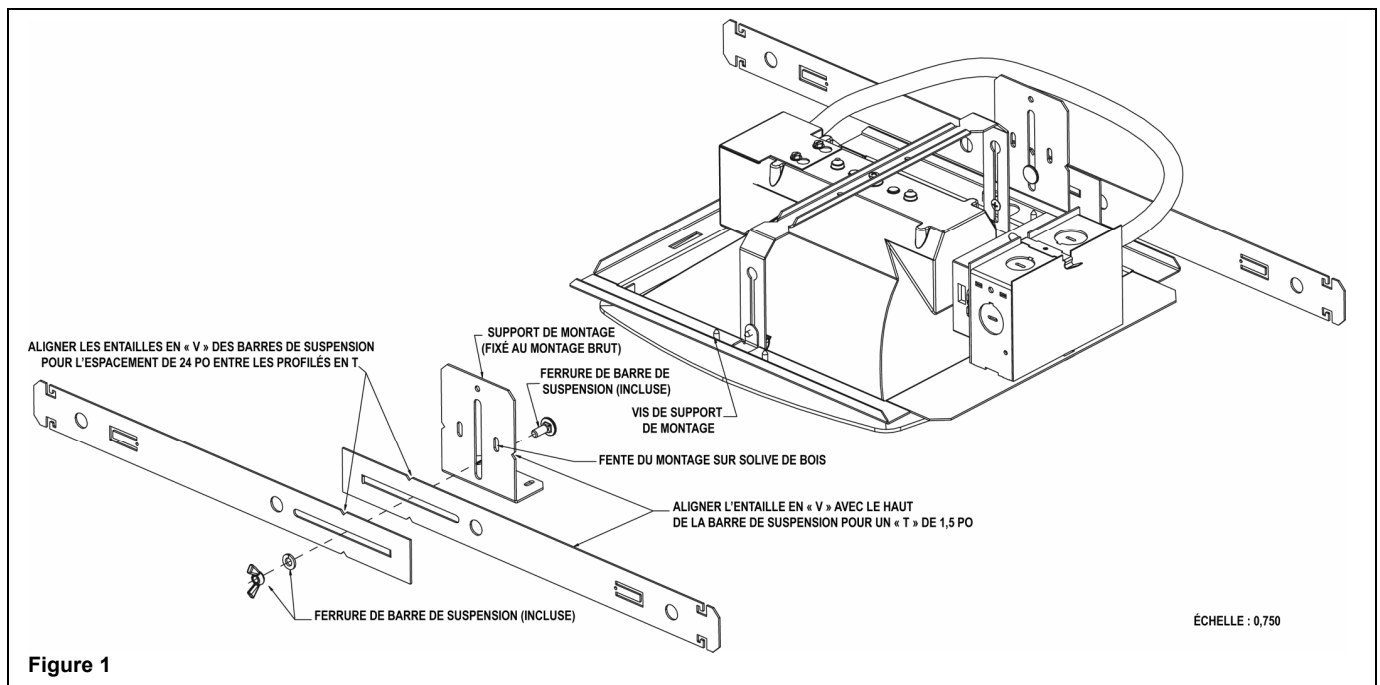

Figure 1
Installation dans les solives en bois: À l'aide d'un tournevis à tête cruciforme, desserrer les (4) vis des supports de montage. Étirer les supports de montage et les ajuster entre les solives. Les fixer solidement aux solives à l'aide de clous ou de vis à bois (non fournis) à travers les fentes de 1/2 po dans les supports de montage. Resserrer les vis des supports (Voir la Figure 1)
1. Placer (2) barres de suspension courtes ensemble de sorte que les pattes formées se glissent dans les fentes pour former une longue barre de suspension rigide. Aligner les entailles en « V » des barres de suspension réglera l'espacement à 24 po. Répéter cette procédure pour le côté opposé de l'appareil. (Voir la Figure 1)
2. Assembler les barres de suspension aux supports de montage à l'aide des ferrures fournies, l'écrou à oreilles dos à l'appareil pour le réglage. Aligner le dessus de la barre de montage avec le milieu de l'entaille en « V » du support de montage réglera la profondeur pour un profilé en T de 1,5 po. (Voir la Figure 1)
3. Ajuster les barres de suspension tel que requis, puis serrer les écrous à oreilles pour bloquer l'espacement. (Voir la Figure 1)